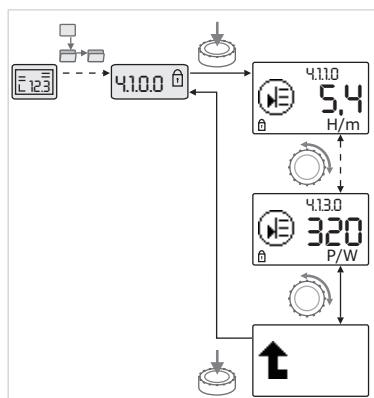

Fig. 39: Ativar informações
- Ao rodar o botão de operação, pode comandar-se elementos de menu do tipo "Informação" do submenu atual (ver Fig. 39). A explicação das regulações representadas pelos símbolos encontra-se na tabela do capítulo 8.7 "Elementos de menu de referência" na página 166.